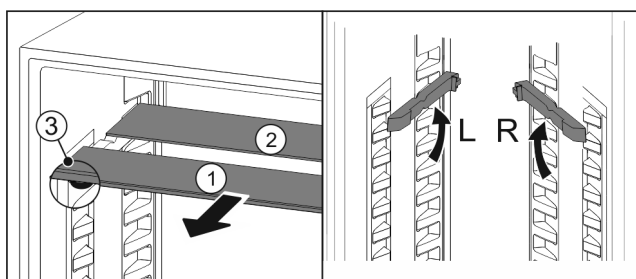

Fig. 69
- ▶ Wyciągnąć Fig. 69 (1) pojedynczo półki szklane do przodu.
- ▷ Płyta szklana Fig. 69 (1) z listwą ozdobną znajduje się z przodu.
- ▷ Stopery Fig. 69 (3) wskazują w dół. Urządzenia z komorą zamrażalnika